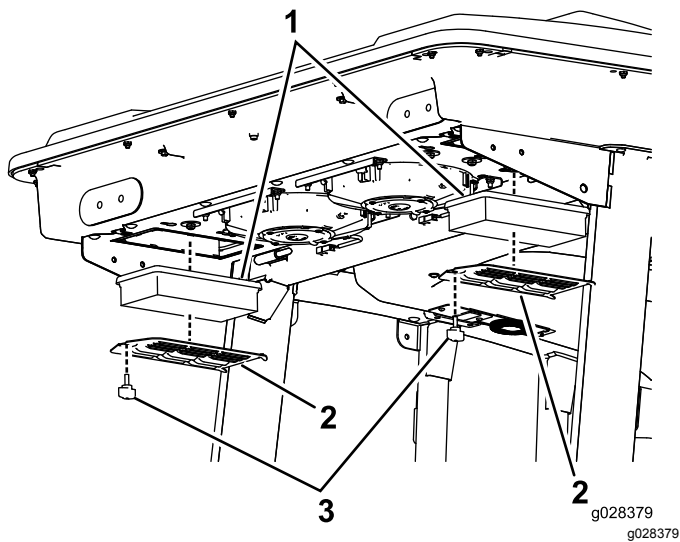
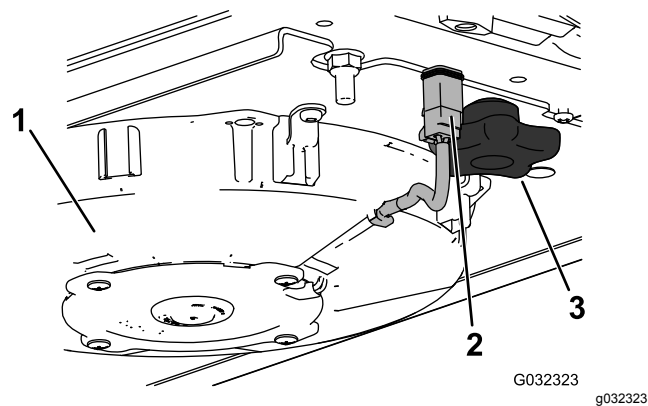
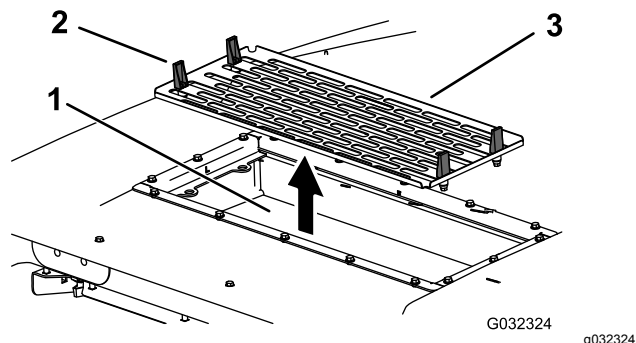

Figura 116
Figura 117
Figura 118
1. Remova os parafusos e as grelhas dos filtros de ar interior e traseiro da cabina (Figura 115 e Figura 116).
5. Retire os filtros de ar (Figura 116).
7. Instale os filtros de ar, painel e conjunto da ventoinha (Figura 116, Figura 117 e Figura 118).
8. Ligue o fio de cada uma das ventoinhas (Figura 117).